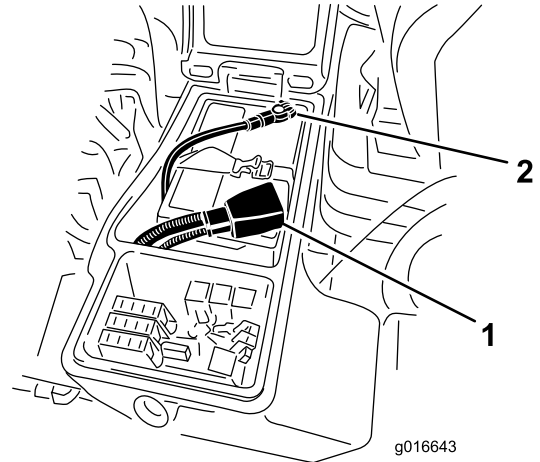

Figure 86
6. Raccordez le câble positif (rouge) de la batterie à la borne positive (+) et le câble négatif (noir) à la borne négative (-) (Figure 86).